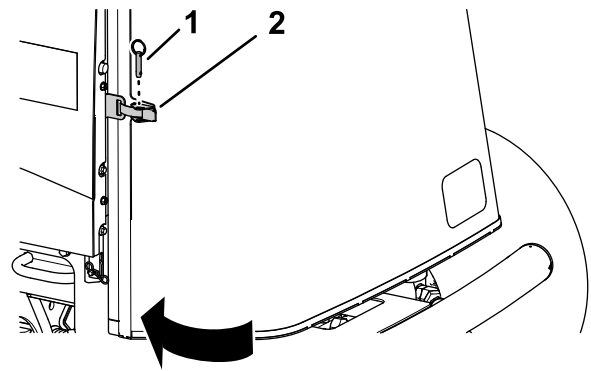

Figura 63
1. Cierre y enganche la rejilla (Figura 63).